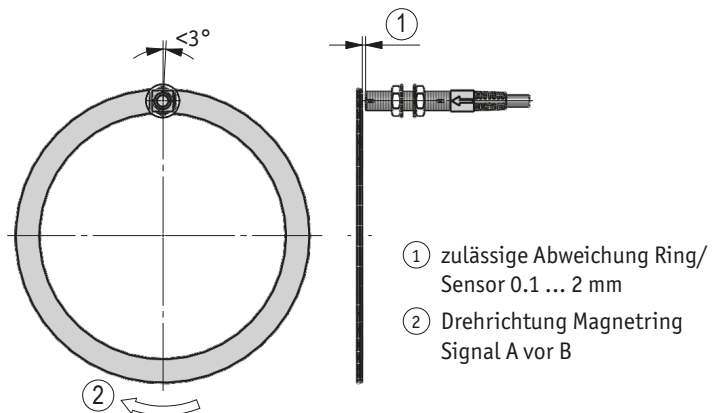

Abb. 11: Definition der Zählrichtung mit Magnetring und Montage Sensor/Magnetring, Abstandsmaße, Toleranzen
- Die Abstandstoleranzen wurde nicht über die gesamte Messstrecke eingehalten (siehe Abb. 6, Abb. 8 ... Abb. 11).